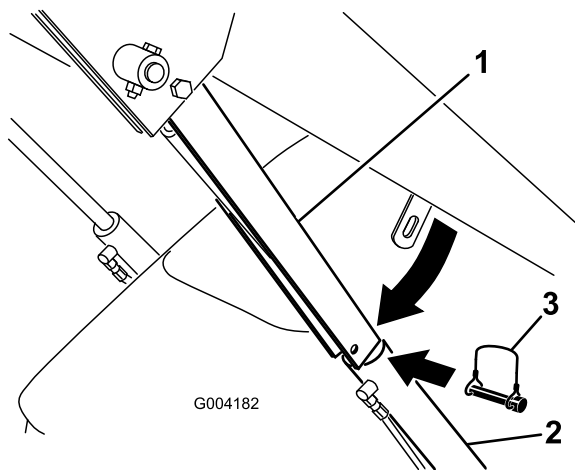

Figura 22
4. Retire el pasador de seguridad que fija el bloqueo del cilindro al brazo de carga (Figura 22).
5. Baje el bloqueo del cilindro sobre la barra del cilindro y fíjelo con el pasador de seguridad (Figura 22).